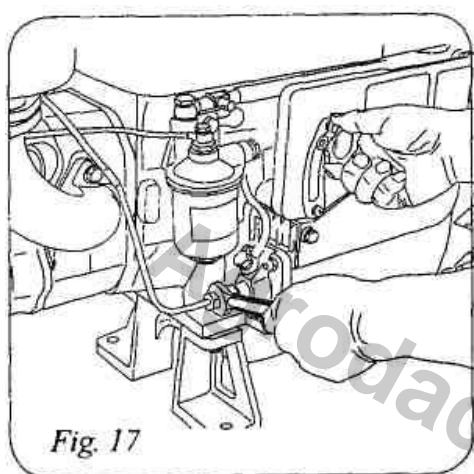

Рис.17
4.4.9.1 Снять с двигателя нагрузку и дать ему некоторое время поработать. Затем установите рычаг контроля скорости в положение "СТОП", ослабьте гайку соединяющую топливную трубку высокого давления (рис.17) или откройте декомпрессор.